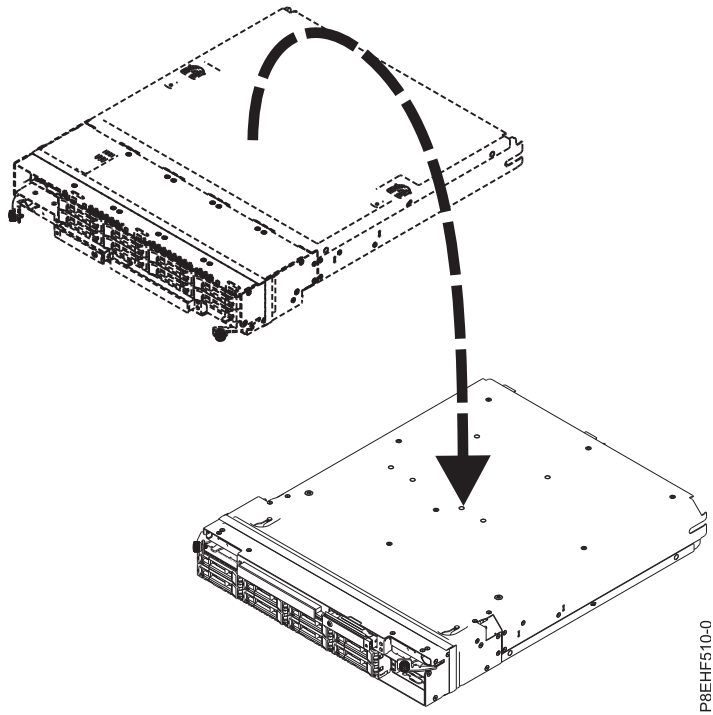

Figura 13. Giro del conjunto de RAID
4. Haga girar el conjunto de RAID. Consulte la Figura 13 en la página 15.